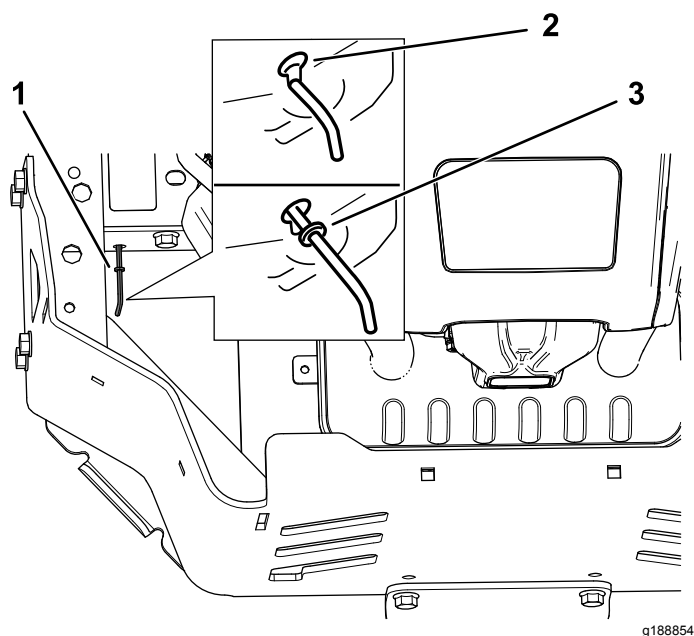

Figure 39
4. Déplacez les leviers de dérivation en avant à travers le trou de clavette et vers le bas pour les verrouiller en position (Figure 39).
Déplacez les leviers de dérivation en arrière à travers le trou de clavette et vers le bas pour les verrouiller en position, comme montré à la Figure 39.